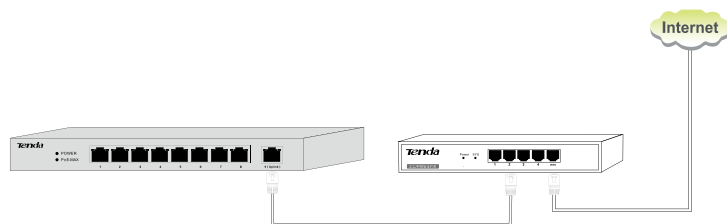

图 3-1 连接上级网络设备
**步骤 1**：用网线连接交换机的上联口和上级网络设备（交换机、路由器等），如图 3-1 所示。